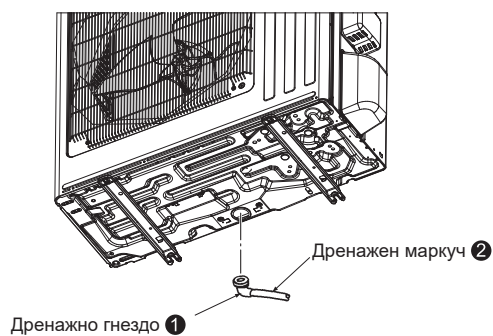

Fig. 4-1
4. Отводняване на външното тяло (Fig. 4-1)